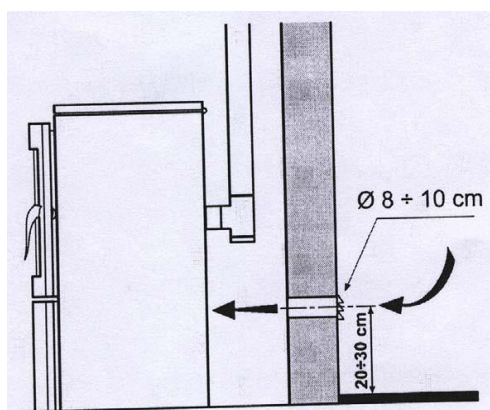

Figure 10: Minimum gaps for setting up ventilation grilles.
4.4 APPORT D'AIR DE COMBUSTION (FIGURE 10)
- Tournez l'interrupteur à l'arrière du fourneau en position 1 (Figure 10).